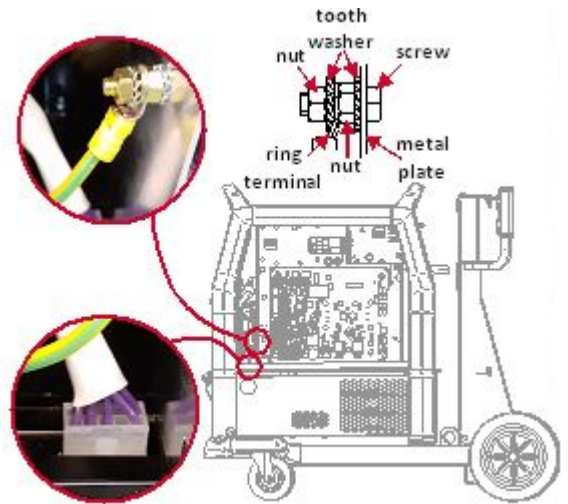

Bild 4
- Anslut den 10-poliga kontakten till uttaget och skruva fast den grön-gula jordledningen till jordningsbulten - skruva loss M6-muttern, ta bort den tandade brickan, installera kabeln, sätt på den tandade brickan och skruva fast M6-muttern. (bild 4)